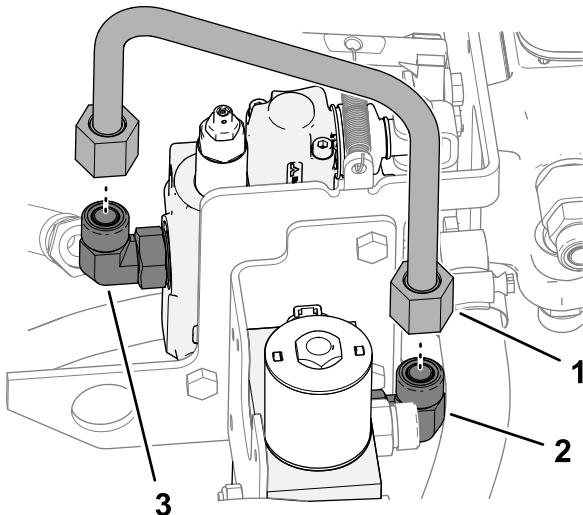

Figure 21
1. Branchez le tube en U sur le raccord à 90° dans l'orifice P du distributeur auxiliaire et le raccord à 90° dans l'orifice A de la vanne à faible débit (Figure 21).